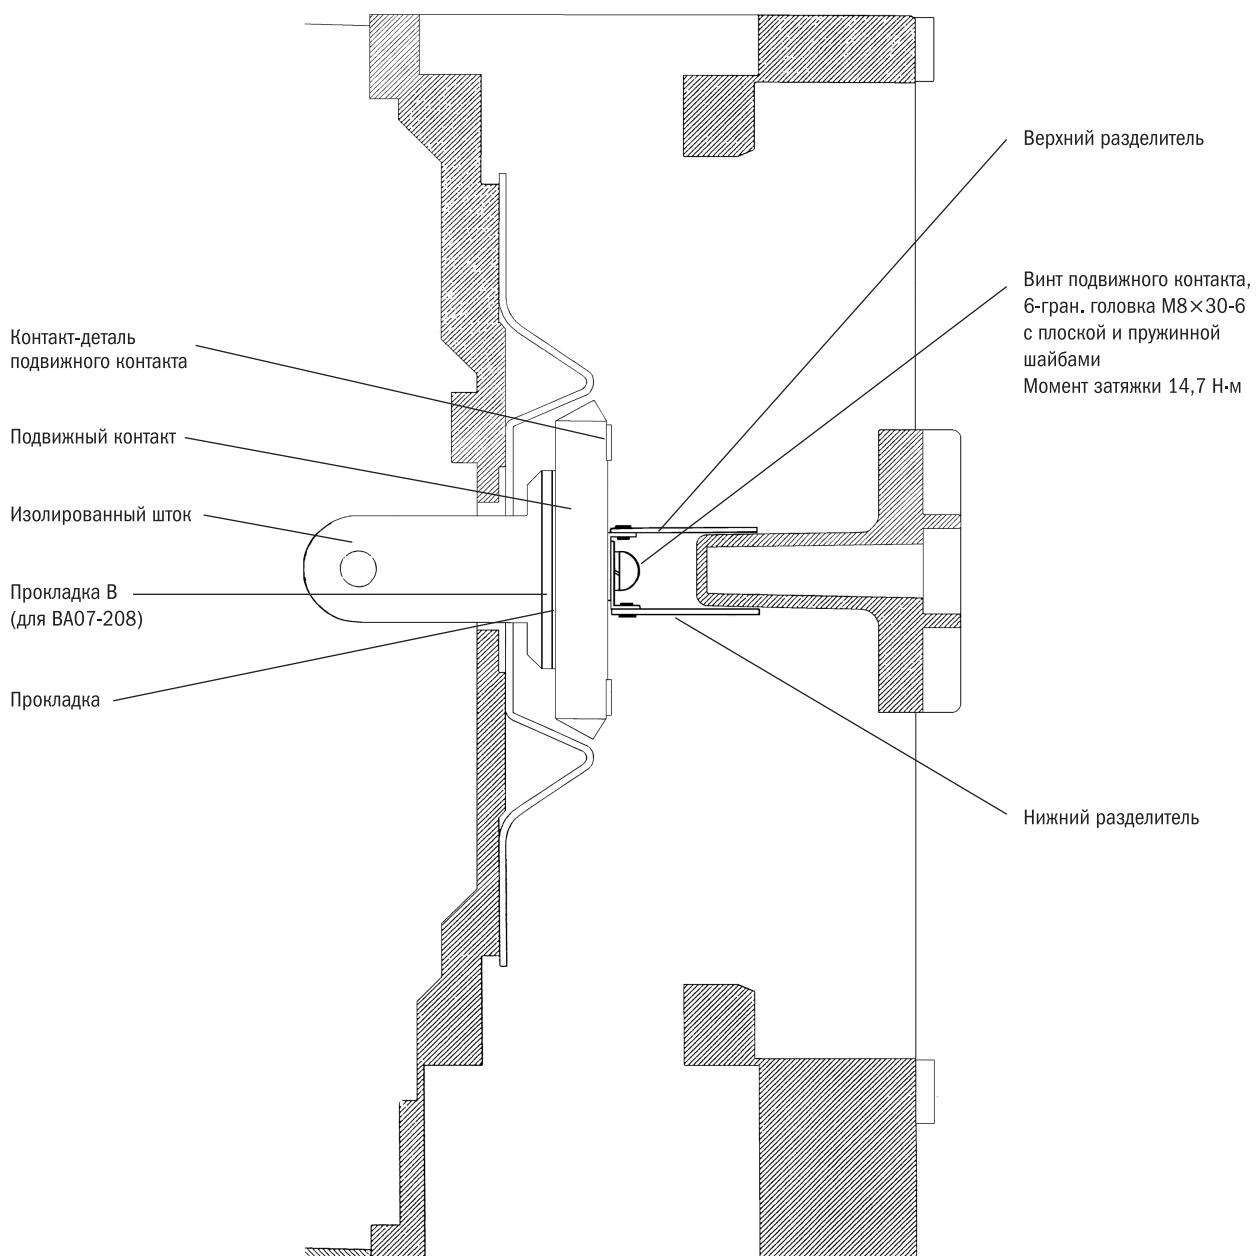

Рисунок 49. Общий вид расположения подвижного контакта
- 5) Установите каждую деталь или компонент на свое место в обратном порядке после осмотра. Что касается деталей, относящихся к подвижному контакту, установите изолированный рабочий штырь, изоляционную пластину, прокладку, подвижный контакт, верхний разделитель, нижний разделитель, плоскую шайбу, пружинную шайбу и монтажный винт подвижного контакта в указанном порядке. Смотри рисунок 49.
- 5) Установите вновь каждую деталь или компонент на прежние места в обратном порядке после осмотра. Относительно деталей, смонтированных с подвижным контактом, установите их в таком порядке: изолированный рабочий шток, изоляционную пластину, прокладку, подвижной контакт, верхний разделитель, нижний разделитель, плоскую шайбу, предохранительную шайбу и монтажные винты подвижного контакта. Смотри рисунок 49.